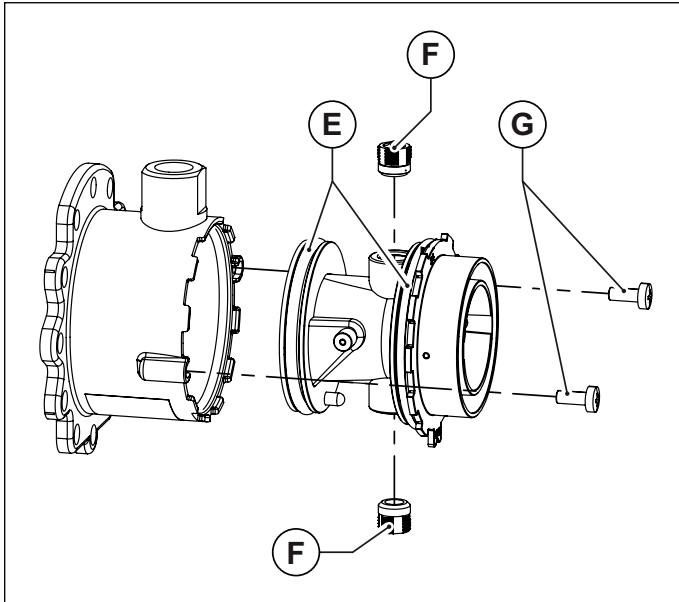

Fig. 38 Cuerpo de plástico del mezclador
- Extraer el cuerpo de plástico del mezclador, desatornillando los dos tornillos de fijación (ver Fig. 38 Cuerpo de plástico del mezclador).
- Desatornillar las dos boquillas del mezclador utilizando una llave Allen de 6 mm (ver Fig. 38 Cuerpo de plástico del mezclador).
- Volver a montar nuevamente el cuerpo de plástico (Venturi) introduciéndolo en el mezclador y atornillándolo con los tornillos de fijación, teniendo cuidado de no dañar las juntas tóricas que están montadas en los extremos del cuerpo de plástico (ver Fig. 38 Cuerpo de plástico del mezclador) y respetar la orientación del montaje (ver Fig. 39 Orientación de montaje).
- Montar el mixer ensamblado al ventilador con los tornillos Allen, teniendo cuidado de reposicionar la junta tórica de estanqueidad entre el mixer y el ventilador (ver Fig. 38 Cuerpo de plástico del mezclador).